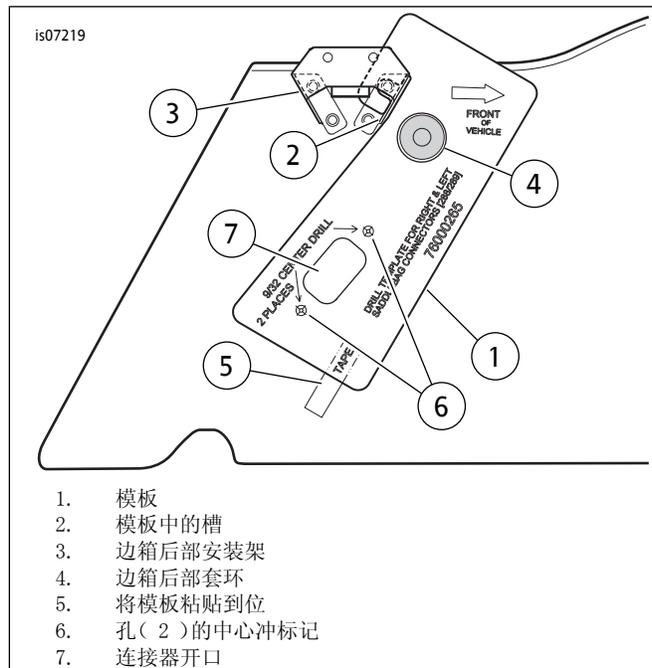

图2。边箱钻孔（用于12路面板安装式连接器）
- 参见图2。将模板（1）的槽（2）挂至边箱后部安装架（3）上。将模板上的孔对准后部套环（4）。按照图示（5）用胶带将模板粘贴到位。